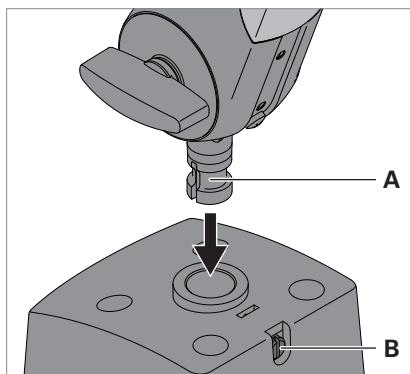

Fig. 2: Lamp aan bevestigingselement monteren.
- ▶ Steek de pen **A** aan de stangen van de lamp in de opening van het bevestigingselement, zie Fig. 2.